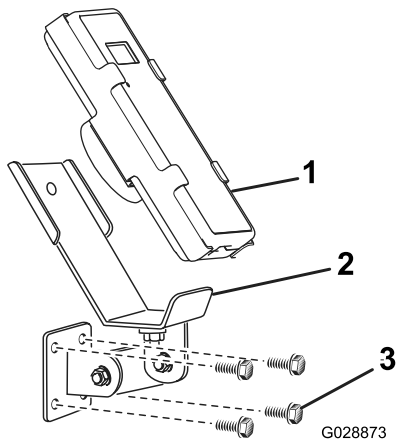
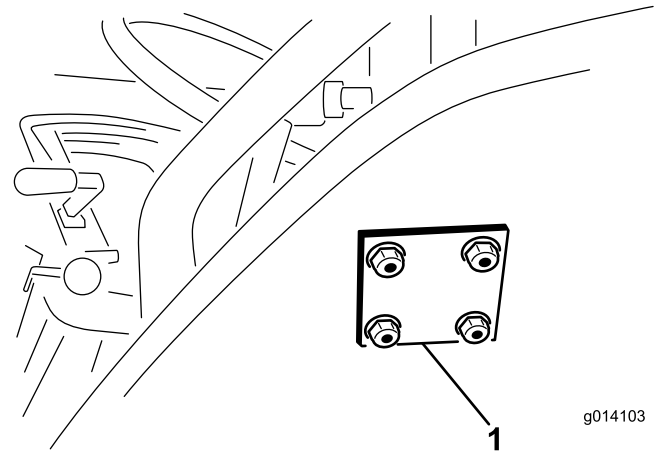

図 10
図 11
3. ブラケットとバックングプレートを取り付けるフランジヘッドボルト5/16 x 1½"4本とフランジロックナットを使用する 図 10 と 図 11。